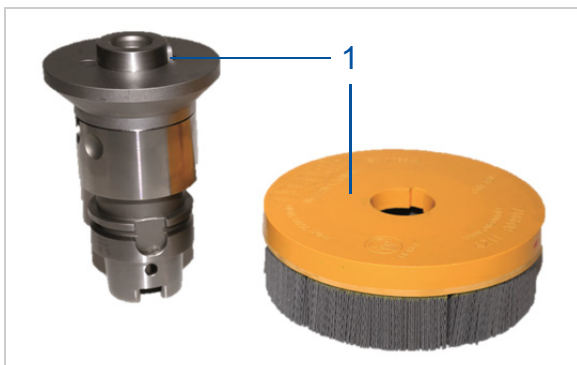

Abbildung 2: Aufsteckfräserdorn und Bürste reinigen
1. Reinigen Sie den Aufnahmebereich der Bürste und des Aufsteckfräserdorns (siehe „Abbildung 2: Aufsteckfräserdorn und Bürste reinigen“, Position 1).